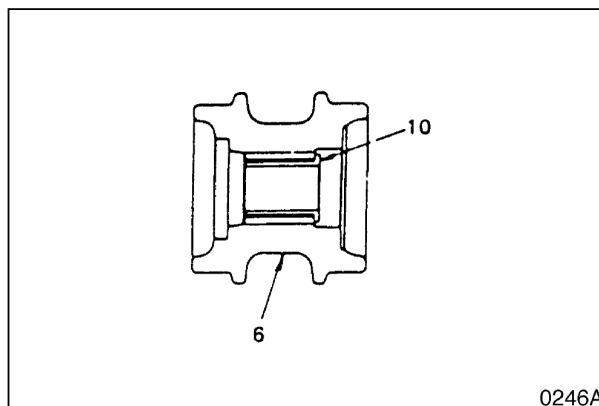

Рис. 46
1. Перед повторной сборкой обезжирьте, очистите и насухо вытрите все детали. Вставьте вкладыш (10, рис. 46) в каток (6).